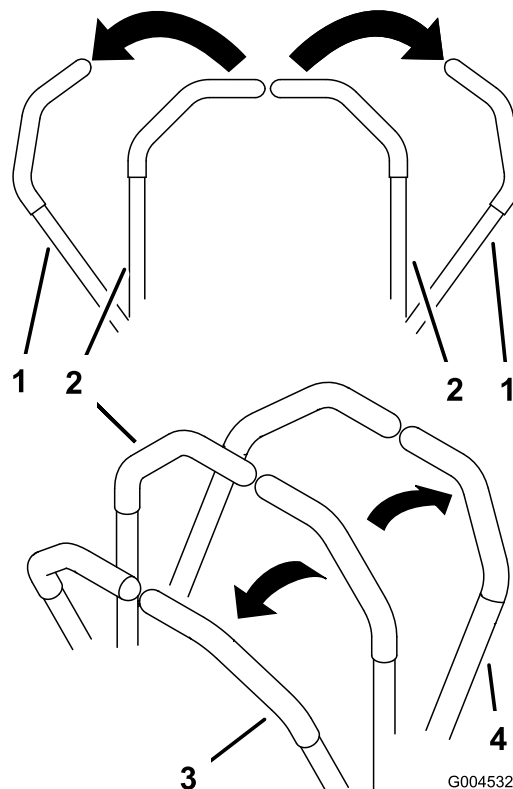

Figura 20
1. Mueva las palancas de control de movimiento hacia fuera (Figura 20) a la posición de bloqueo/punto muerto.
- Para ir hacia adelante en línea recta, empuje lentamente las palancas de control de movimiento hacia adelante (Figura 20).
- Para ir hacia atrás en línea recta, tire lentamente de las palancas de control de movimiento hacia atrás (Figura 20).
- Para girar, ralentece la máquina tirando hacia atrás de ambas palancas, y luego empuje hacia adelante la palanca del lado opuesto del sentido de giro (Figura 20).